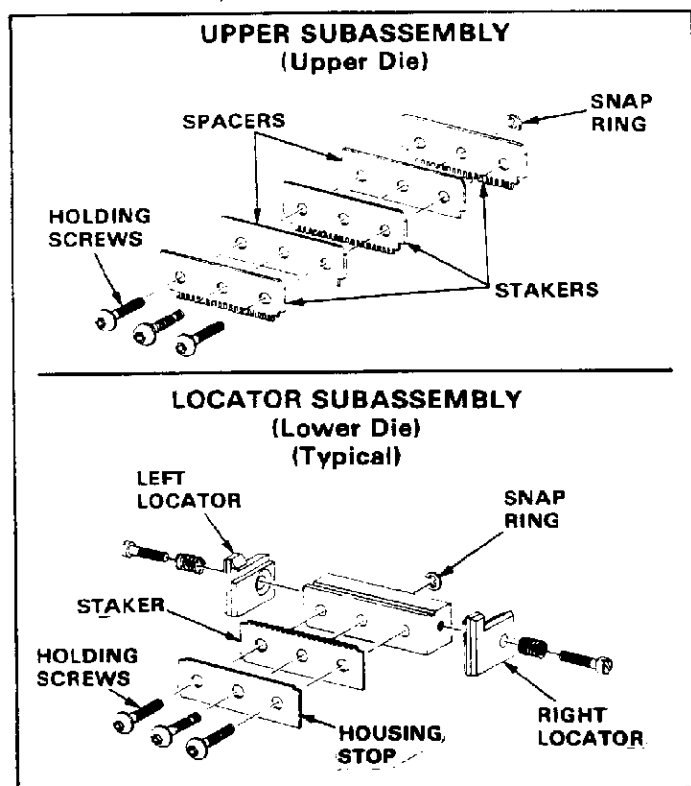

Fig. 3
**B. Die Assembly 220155 (Figure 3)**